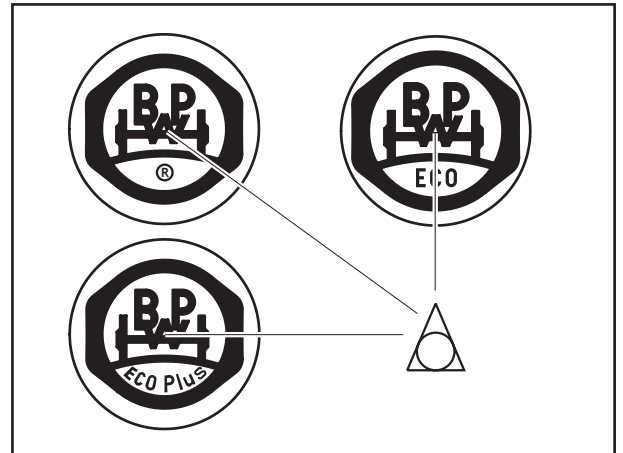

Fig. 7
- Bei Aggregaten mit neuen Nabenkapseln (eingepprägtes ® oder ECO unter dem BPW-Zeichen) (Fig. 7) brauchen nur die Nabenkapseln von der Bezugsachse abgeschraubt werden.
- Only the hub caps of the reference axle need be unscrewed also on vehicles with new hub caps (embossed ® or ECO under the BPW-logo) (Fig. 7).
- Seuls les capuchons de l'essieu de référence doivent être dévissés s'il s'agit d'un véhicule doté de nouveaux capuchons (® ou ECO poinçonnés sous le sigle BPW) (fig. 7).